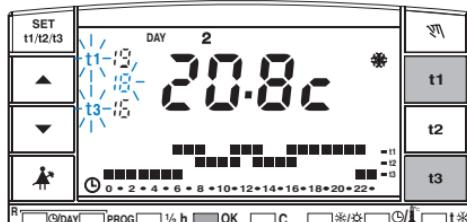

Abb. 2
a) **Um beide Temperaturgrenzen festzulegen:** betätigen Sie die Taste t1, und anschließend t3; auf dem Display werden die jeweiligen Werte blockiert und daneben blinken die Symbole t1 und t3. Zur Bestätigung drücken Sie die Taste OK (Abb. 2): der Zeithermostat stellt auf den aktuellen Betrieb zurück.